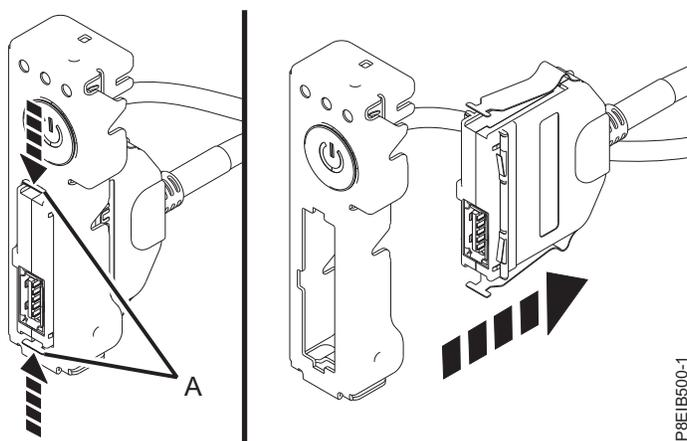

Figura 23. Removendo o cabo USB frontal e conector do comutador de energia
10. Pressionar libera a trava (A) no conector, desconecte o cabo USB frontal e conector do comutador de energia. Consulte Figura 23 na página 28.